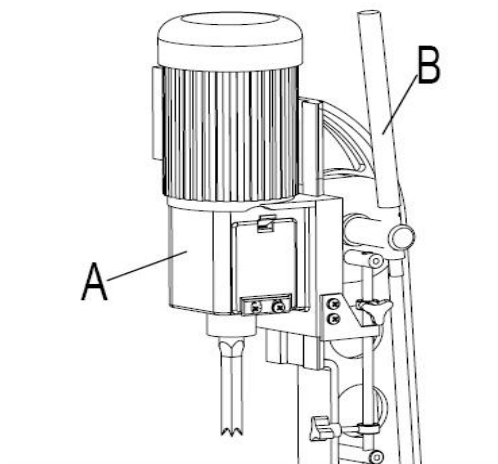

Abb. 9
Der Kopf (A) Abb. 9 wird mit dem Hebel (B) angehoben und abgesenkt. Um beim Stemmen eine maximale Hebelwirkung zu erzielen, kann der Hebel (B) neu positioniert werden, indem die Nabe (C) der Hebelbaugruppe herausgezogen und die Nabe auf der Ritzelwelle neu positioniert wird .